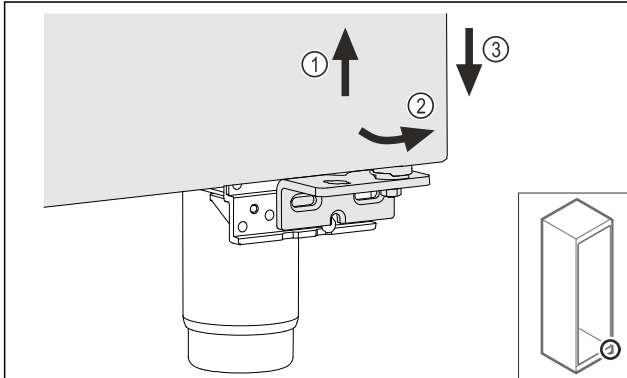

Fig. 14
- Tür leicht anheben Fig. 14 (1), unten nach vorne kippen Fig. 14 (2) und absenken Fig. 14 (3).